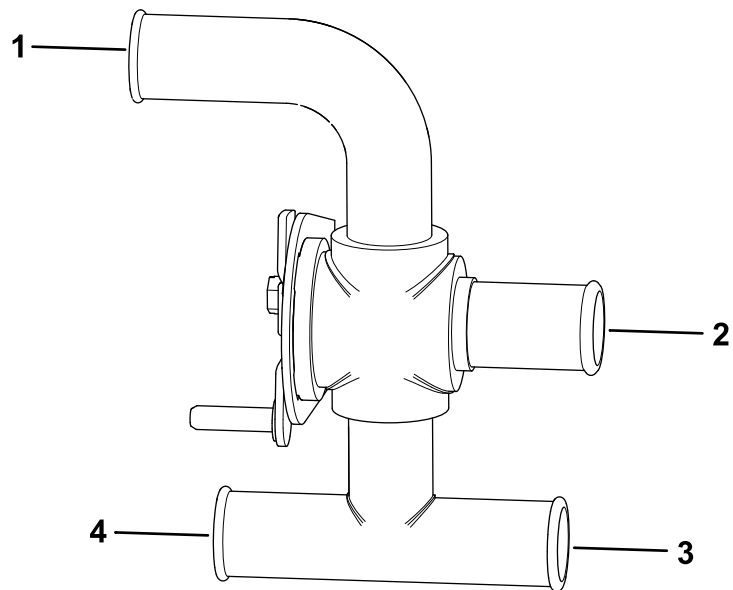
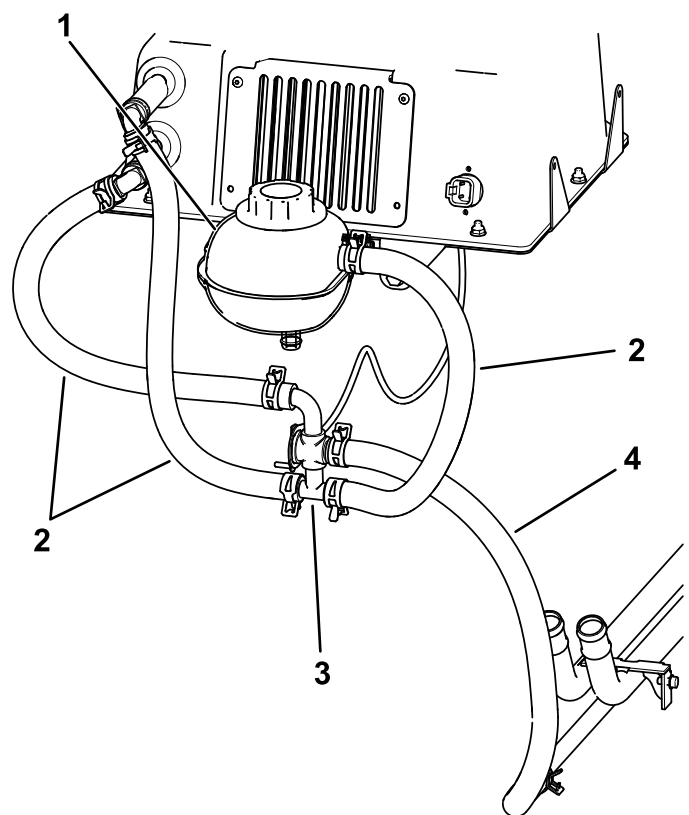

図 21
図 22
2. ヒーターボックスに事前に取り付けた2本の冷却ホースを、2本のバンドクランプを使ってウォーターバルブの適切なポートに接続する(図 21)。
注 BOSS 除雪プラウ搭載機では、ヒーターコアの下側のホース(図 21)をプラウ用ソレノイドを取り巻くように配置してください。
3. 短く切っておいたサーモスタットバイパスホースを、水バルブに接続してバンドクランプで固定する(図 21と図 22)。
4. 残りのホースを給水バルブに接続し、そのホースのもう一方の端を上側タンクの大きなポートに接続してバンドクランプで固定する(図 21と図 22)。